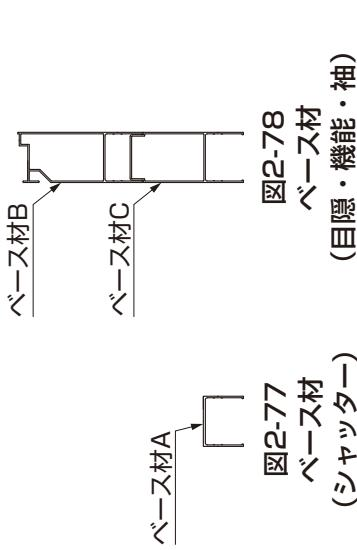
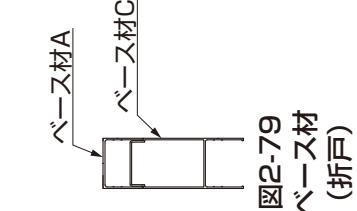

図2-78
図2-79
(2) ベース材の配置
①ベース材の配置を確認してください。
- ベース材には種類があります。(図2-77、図2-78、図2-79参照)